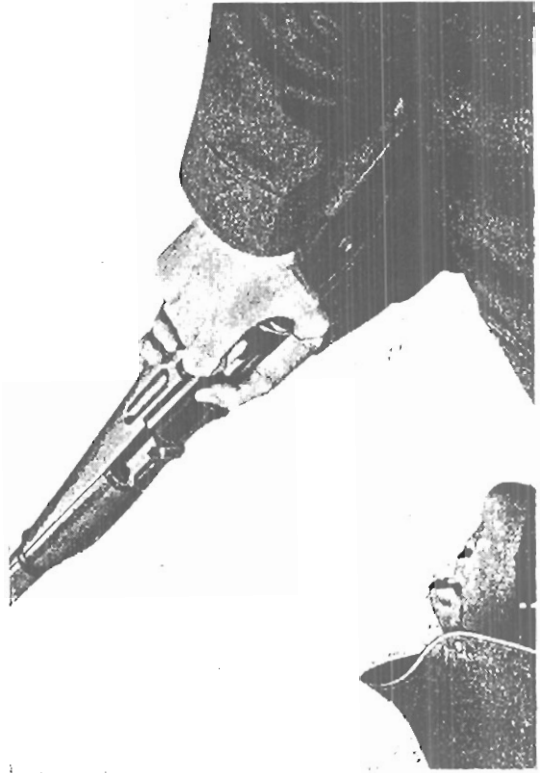

Fig. 36
- placer le pouce de la main gauche sur l'ouverture de charge (fig. 36);